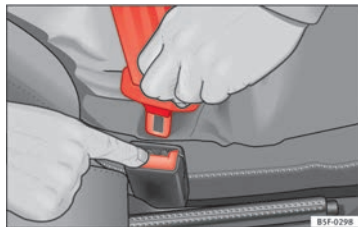

Fig. 12 Retirar la lengüeta del cierre del cinturón.
- Pulse la tecla roja que hay en el cierre del cinturón ⇒ fig. 12. La lengüeta del cierre es expulsada hacia fuera ⇒ ⚠.